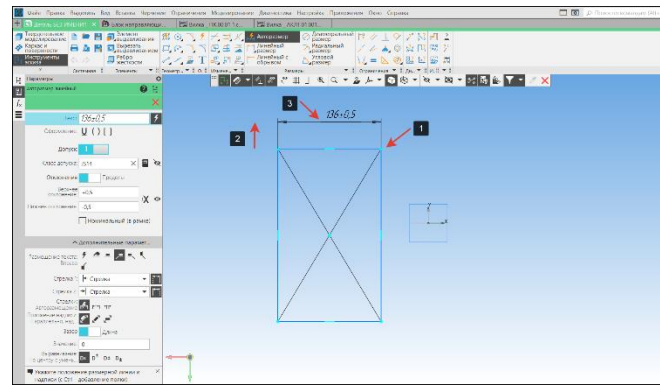

Рисунок 40 – Установка Авторазмера в эскизе
- После указания второй вершины (1), необходимо установить авторазмер на графическом экране. Для этого передвинем курсор мышки вверх (2) и зафиксируем его нажатием левой кнопки мышки (3). Горизонтальный размер проставлен (для простановки вертикального размера, необходимо проделать аналогичные операции, с тем лишь изменением, что курсор следует переместить в сторону) (Рисунок 40);